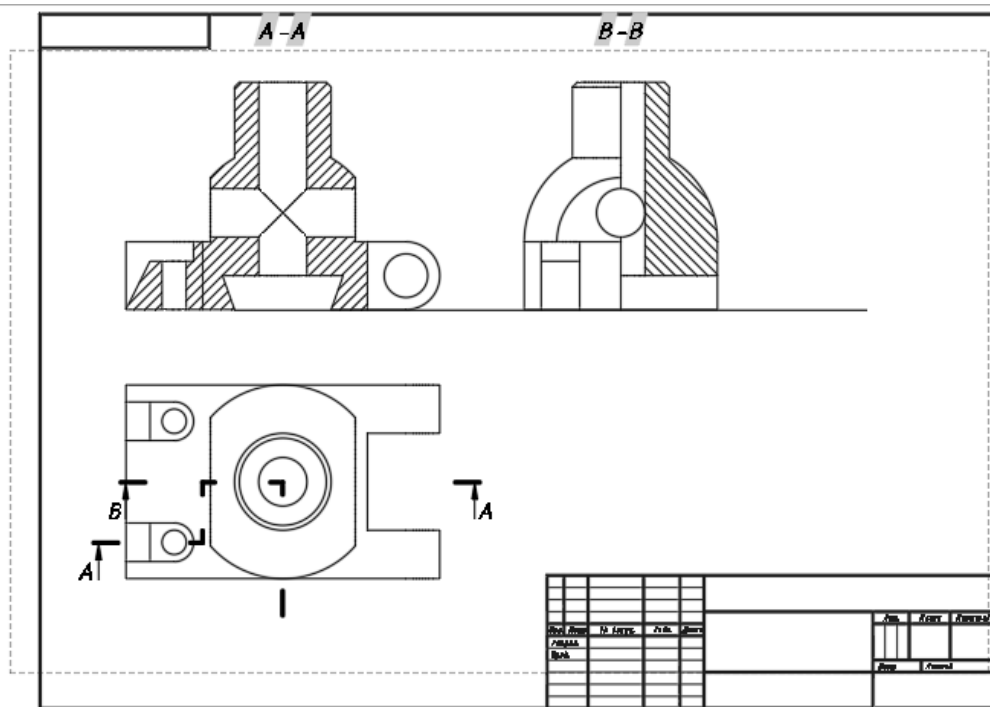

Рис. 4.30. Расположение вида слева
**12.** Воспользовавшись вспомогательным построением (горизонтальным отрезком), переместите полученный вид слева с правой стороны от главного изображения (фронтального ступенчатого разреза), рис. 4.30. Для перемещения изображения можно нажать левой кнопкой мыши на центральную синюю ручку или рамку вида и, не отпуская кнопку, двигать по экрану. Изображение будет перемещаться вслед за указателем мыши.